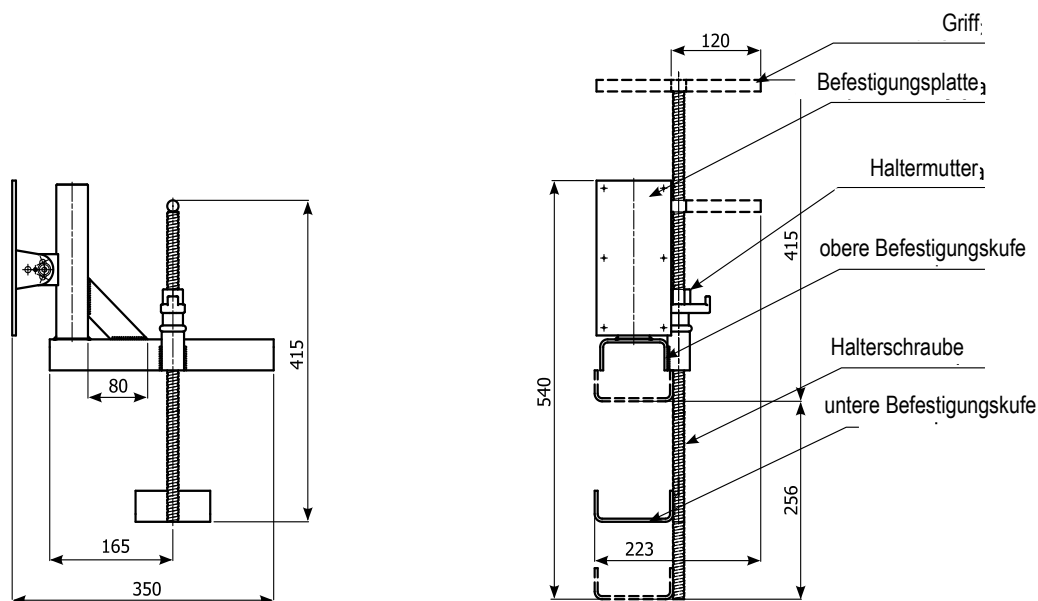

Abb. 13. Trägerhalter
1.3.11. Trägerhalter (Abb. 13)